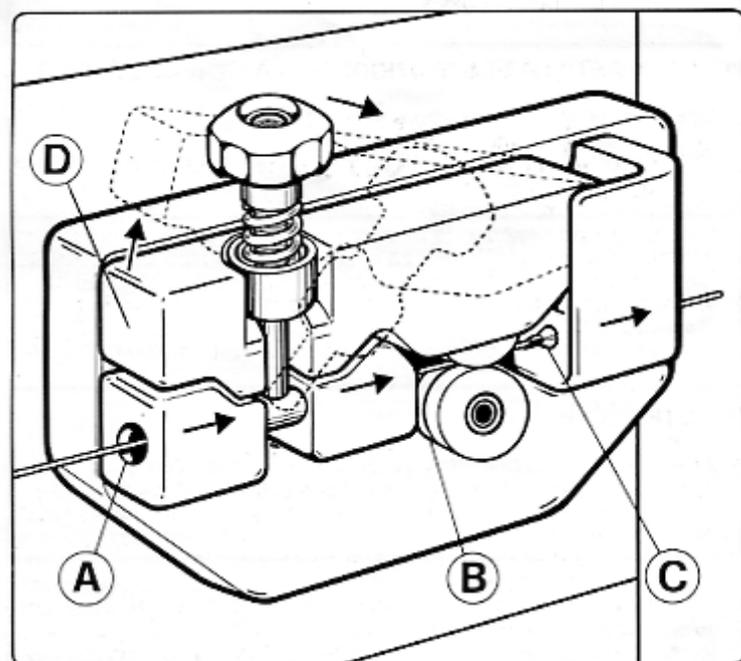

Fig. 2
Introdurre il filo nel gruppo riduttore (11) e quindi nella torcia procedendo nel seguente modo (Fig. 2):
- Sbloccare il gruppo premifilo (D), introdurre il filo nel foro (A), farlo passare sul rullino (B) ed introdurlo nella guaina (C) per circa (20 cm.). Ribloccare il particolare (D) facendo attenzione che il filo sia dentro la cava del rullo trainafilo.